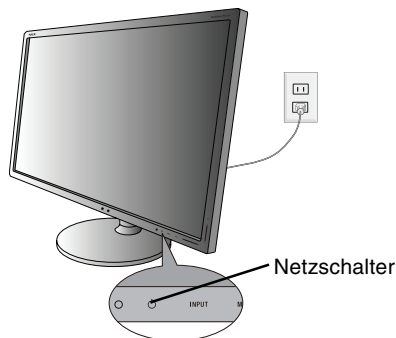

Abbildung C.1
7. Schließen Sie das Netzkabel an die Steckdose an (**Abbildung C.1**).
8. Schalten Sie den Computer und den Monitor mit dem Netzschalter an der Vorderseite ein (**Abbildung C.1**).